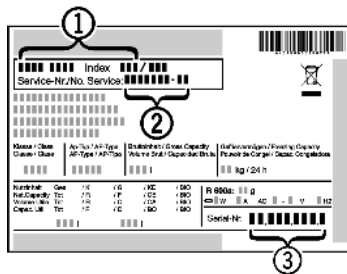

Fig. 7
▶ A készülék megnevezését Fig. 7 (1), a szerviz- Fig. 7 (2) és sorozatszámot Fig. 7 (3) a típustábláról olvassa le. A típustábla a készülék belsejében baloldalon található.
▶ Értse a vevőszolgálatot a hibáról, és adja meg nekik a készülék megnevezését Fig. 7 (1), a szerviz- Fig. 7 (2) és a sorozatszámot Fig. 7 (3).